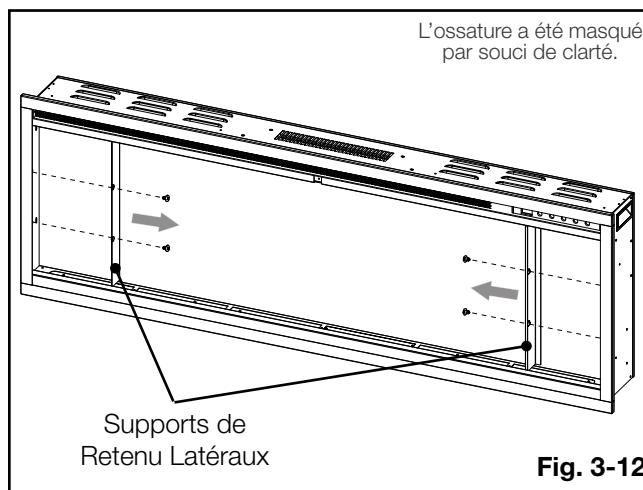

Fig. 3-12
- C. Retirez le supports de retenue latéraux en retirant les vis de l'intérieur de l'appareil (**Fig. 3-12**). Installez encore les vis après les retirant de la garniture extérieure.